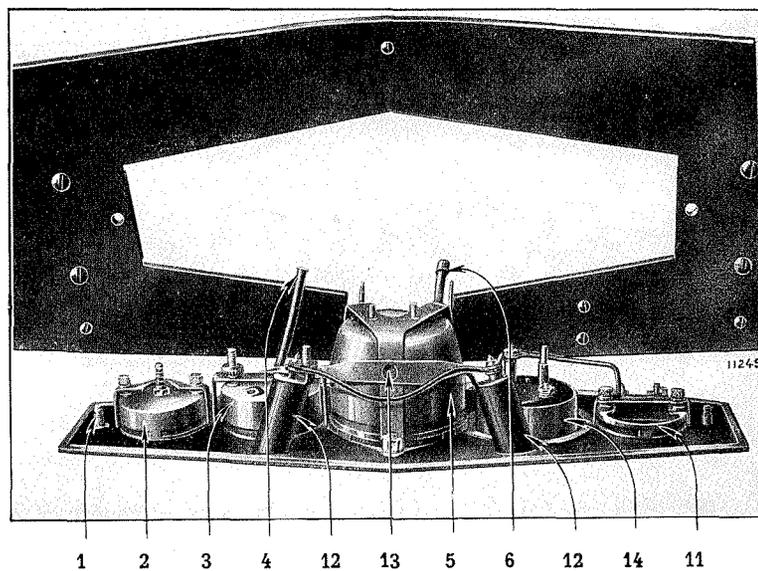

Fig 3. — Le tableau d'installation électrique ouvert.
C. Le commutateur 14 (fig. 3) commande l'allumage au moyen d'une clé; celle-ci établit le contact entre la batterie et le distributeur d'allumage : il suffit de l'introduire dans la fente 8, d'appuyer à fond et de tourner un demi-tour à droite; simultanément, la lampe éclairer gauche du tableau s'allume. Lorsque la clé est retirée, le circuit d'allumage du moteur est interrompu et la lampe du tableau s'éteint.
A. Le bouton au centre du volant de direction et le commutateur 14 (fig. 3) monté sur le tableau.